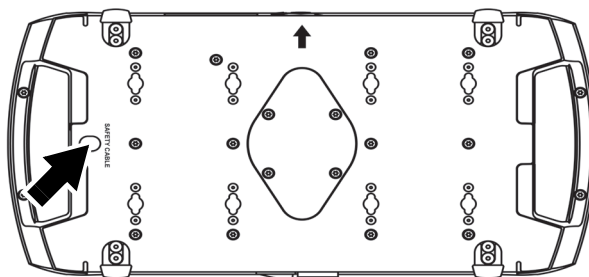

Bild 6: Ankerpunkt des Fangseils
5. Siehe Bild 6. Montieren Sie ein zugelassenes Fangseil, das für das Gewicht des Geräts ausgelegt ist. Führen Sie das Fangseil durch den Ankerpunkt an der Basis des Geräts (Pfeil) und durch einen sicheren, zweiten Ankerpunkt. Das Gerät muss zuverlässig gehalten werden, wenn die primären Anschlagmittel versagen.